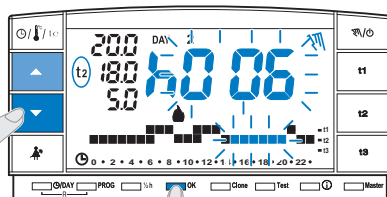

fig. 46
- Con i tasti ▲▼ impostare la durata desiderata quindi premere **OK** per confermare (esempio in fig. 46).